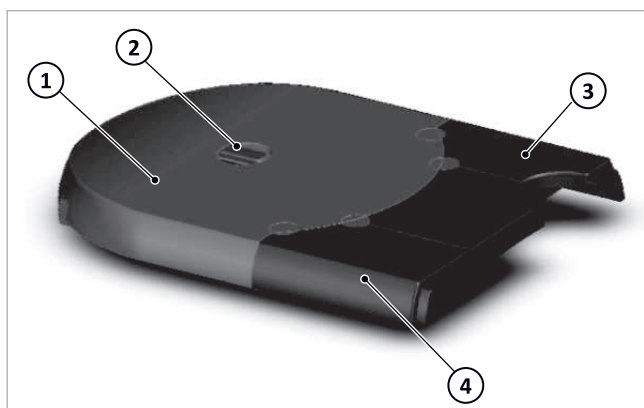

Fig. 65: Aislamiento superior de SolvisBen
1. Retire hacia arriba el aislamiento superior de la estación de agua caliente sanitaria → fig. 65 (4) y de la estación de circuito de calefacción → fig. 65 (3).
2. Agarre el aislamiento del recipiente → fig. 65 (1) y con una cuchilla afilada separe con cuidado los cuatro
4. Coloque el aislamiento del recipiente superior → fig. 65 (1) en el recipiente.
- en los laterales izquierdo y derecho (1)
- en la parte central posterior (2)
- en la parte central anterior (3)
- Coloque el aislamiento superior de la estación de circuito de calefacción → *fig. 65 (3)*.
- Para una pérdida mínima de calor, instale el aislamiento del tubo (1) a ras del aislamiento superior.
- Coloque todo el aislamiento superior montado → *fig. 65 (1+2+3+4)* en el recipiente.